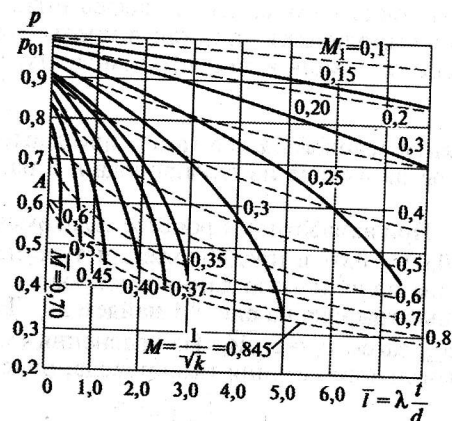

Рис. 8.2
2. При изотермическом процессе также зададимся коэффициентом  $\lambda$ , определим  $\bar{l}$  и по  $\frac{p}{p_{01}}$  с помощью графика на рис. 8.2 найдем число  $M$ . По формуле (8.4) определим  $a$ , далее  $v = aM$ . По  $T$  и  $p$  из